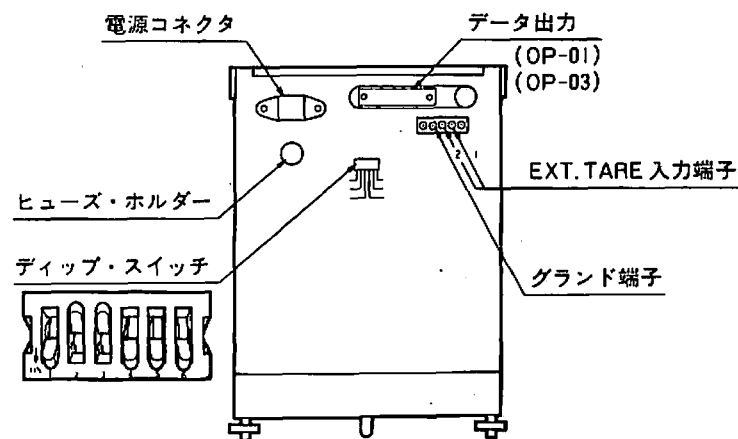

図2 パネル面
3. 被計量物を計量皿に載せます。表示値が変化し、安定すると安定検出マーク(図2)が点灯(もしくは消灯)*します。そのときの値が重量値を示します。
*本体背面の内部設定ディップ・スイッチ(図2)により、安定すると安定検出マークが消灯するように設定できます。(2-5項(3))
本体背面の“EXT. TARE”端子①②間にスイッチなどを接続してください。(図2裏面)。
内部設定用のディップ・スイッチは本体背面にあります。(図2)